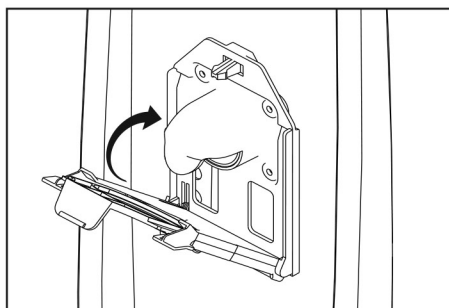

Fig. 4
4. Poussez la partie supérieure du col vers le haut jusqu'à ce que le col se verrouille en place sur l'aspirateur (Fig. 4).